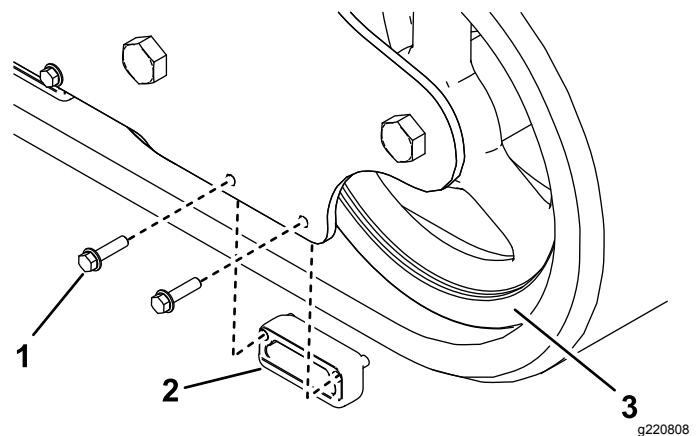

Рисунок 1
1. Отверните 2 имеющихся болта и снимите наружную переднюю износную колодку (Рисунок 1).